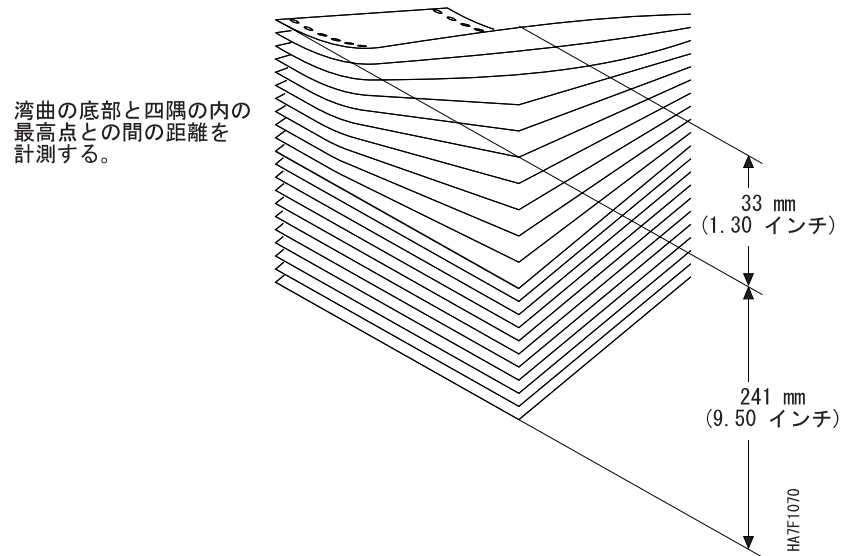

図7. 処理後の用紙の中くぼみの影響
12ページの図7 は、処理後の用紙の中くぼみの測定方法を示しています。中くぼみは、スタックの高さの 0.137 倍を超えないようにします。たとえば、
- 高温の融着機構の熱で、用紙の不均衡な縮みが生じ、スタックの形がゆがみます (図7に記載)。